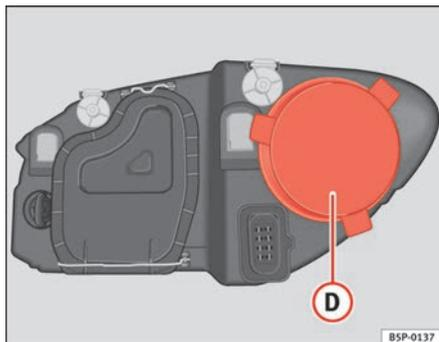

Fig. 168 Feu de croisement
- Retirez le cache ⇒ fig. 168 **D** en tirant dessus.